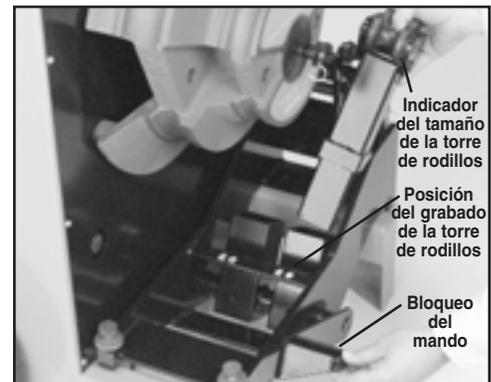

Figura 3
2. Seleccione la torre de rodillo apropiada; el tamaño está indicado en la misma. Para instalarla, levante y sostenga el bloqueo del mando. Coloque la torre de rodillo en la abertura del puente correcta, con la indicación del tamaño dirigida hacia usted. Deje que la torre de rodillo se apoye sobre el rodillo de cola (véase la Figura 3).